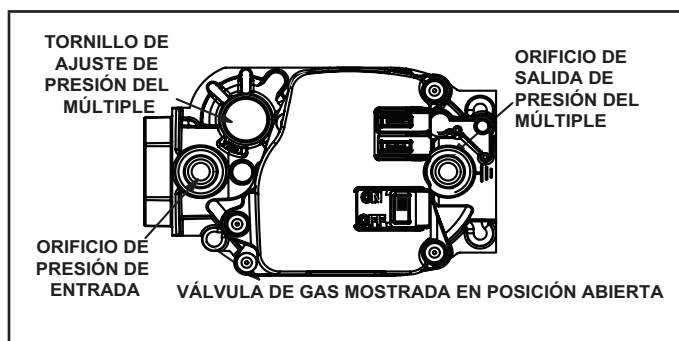

Figura 61
Funcionamiento de la válvula de gas (Figura 61)
- 6 - Mueva el interruptor en la válvula de gas a la posición APAGADO. Ver la Figura 61.
- 8 - Mueva el interruptor en la válvula de gas a la posición ENCENDIDO. Ver la Figura 61.
Cuando evalúe la presión del gas de suministro, use una derivación tapada de 1/8 pulg. N.P.T. o el poste de presión situado en la válvula de gas para facilitar la conexión del indicador de prueba. Ver la Figura 61. Verifique la presión de la línea de gas con la unidad encendida a la tasa máxima. La baja presión puede producir una operación errática o ignición insuficiente. La alta presión puede producir daño permanente a la unidad o ignición excesiva.